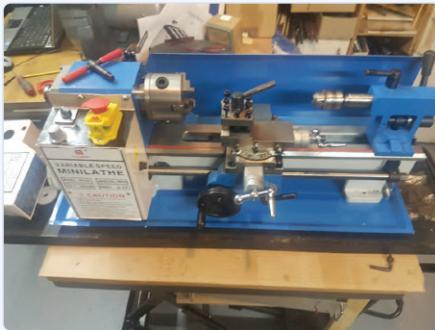

Figure 3. Le tour est (enfin) arrivé.
J. Schröder commanda donc un petit tour (manuel) de provenance chinoise, que le déballage révéla doté d'un robuste bâti en fonte (figures 3 et 4). Un bon point de départ donc, même si le plastique des engrenages était quant à lui aussi visiblement que complètement inadapté (mais peu importait, ces engrenages ne serviraient pas).